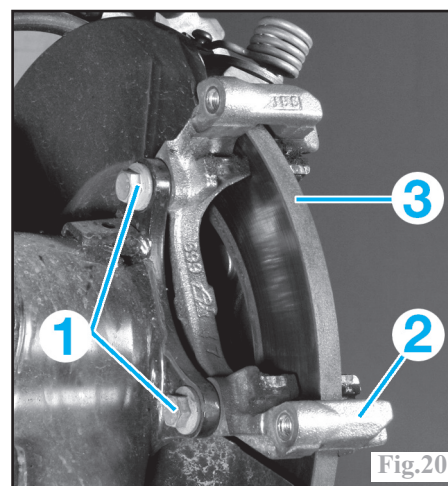

Fig.20
Déposer les vis du support de l'étrier (1) (Fig.20).